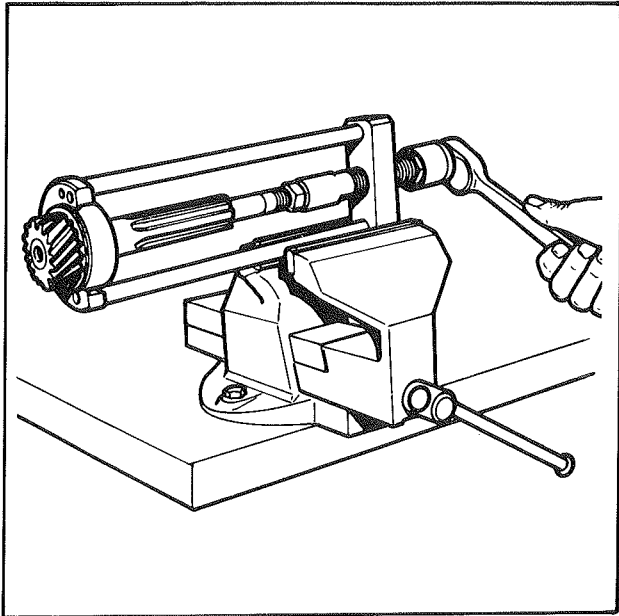

Fig. 15
- Extraire la cage extérieure et la cage intérieure opposée au pignon d'attaque à l'aide de l'outil réf. PD 15933 G (fig. 15).